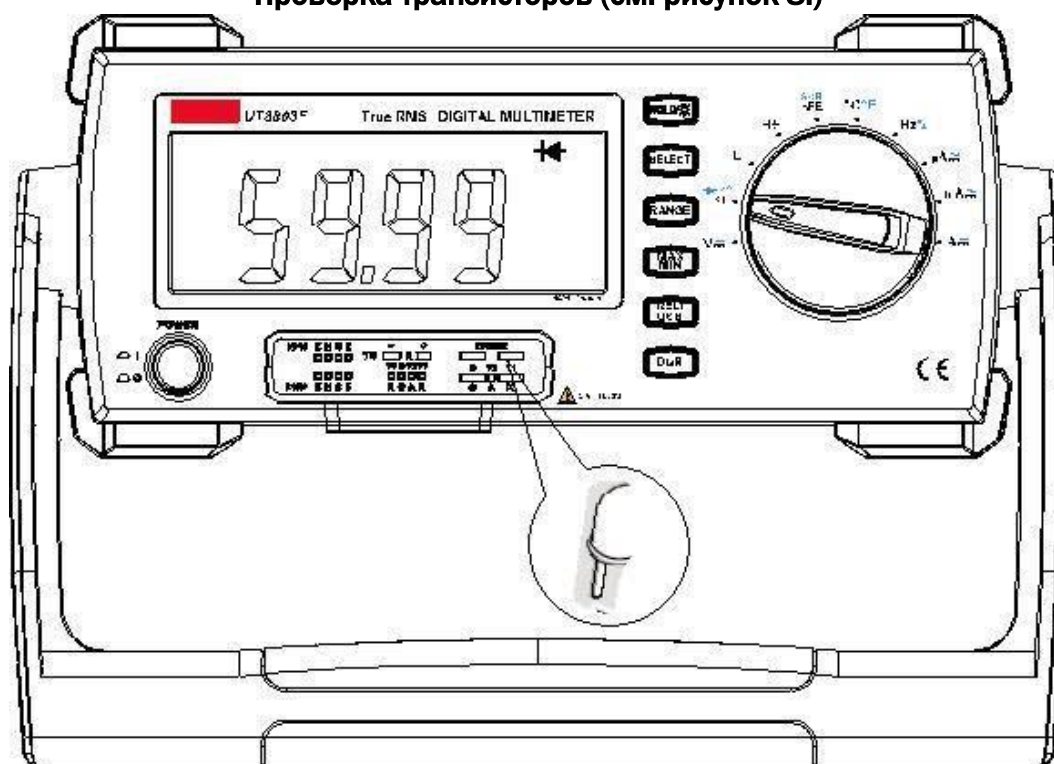

Рисунок 8.
### Проверка транзисторов (см. рисунок 8.)
1. Вставьте переходник UT-303A (многофункциональный переходник) в гнездо, изображенное на рис. 8.